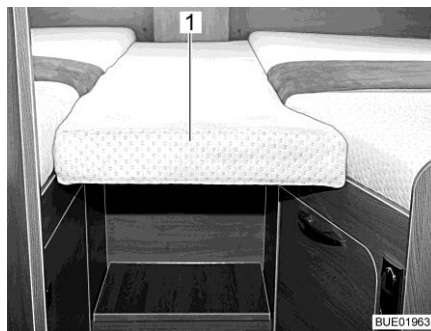
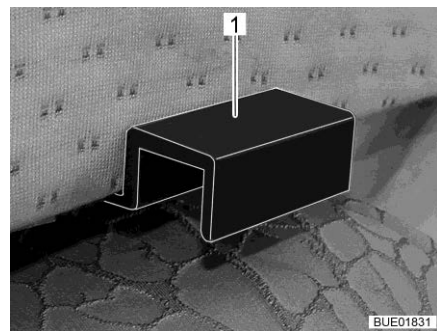

Fig. 126 Coussin supplémentaire
Fig. 127 Fixation du coussin supplémentaire
- Accrocher le coussin supplémentaire (Fig. 126,1) avec les fixations (Fig. 127,1) dans les caches des lits simples de manière à ce qu'il se forme un couchette complète.